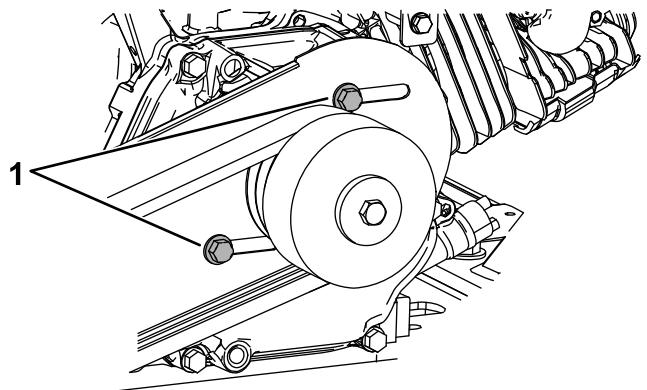
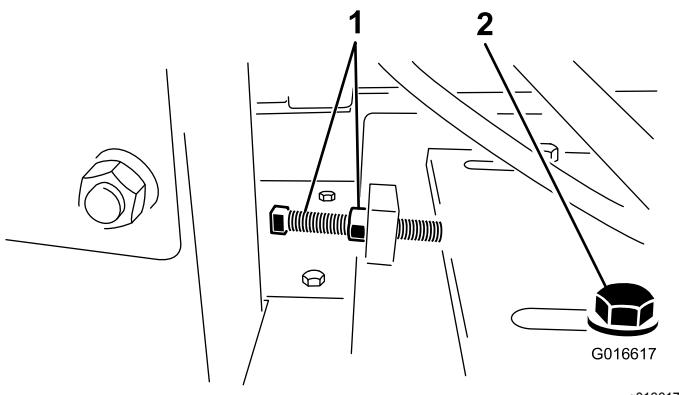

Figura 26
Figura 27
5. Afloje los 4 pernos de montaje de la chapa del motor y los 2 pernos que sujetan la parte trasera del protector de la correa al motor (Figura 26 y Figura 27).
6. Afloje el perno tensor de la correa y la contratuercia. Mueva el motor hacia la carcasa del volante para aflojar la correa (Figura 27).
6. Afloje el perno tensor de la correa y la contratuercia, y mueva el motor hacia la carcasa del volante para aflojar la correa (Figura 27).